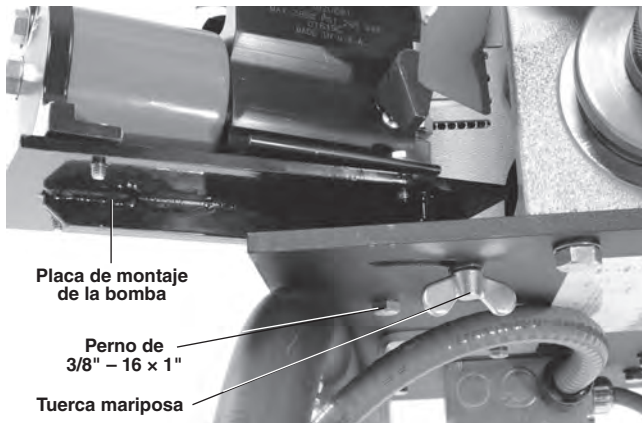

Figura 6 – Montaje de la bomba hidráulica
7. Coloque la placa de montaje de la bomba sobre el agujero y la ranura del lado del interruptor de la máquina 918-I. Desde debajo de la chapa de montaje, introduzca el perno de $\frac{3}{8}$ " – 16 x 1" y su arandela dentro del agujero y atorníllelo a la base de montaje de la bomba (Figura 6).